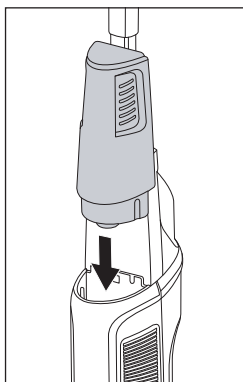

Rys. 9
- ♦ Do czyszczenia dużych powierzchni  (do 55 m²) nalewaj wodę kranową lub destylowaną tylko do trzeciego oznaczenia poziomu napełnienia  w zbiorniku czystej wody **11** (patrz rys. 9).
- ♦ Do czyszczenia dużych powierzchni  (do 55 m²) nalewaj środek czyszczący do czwartego oznaczenia poziomu napełnienia  w zbiorniku czystej wody **11** (patrz rys. 9).